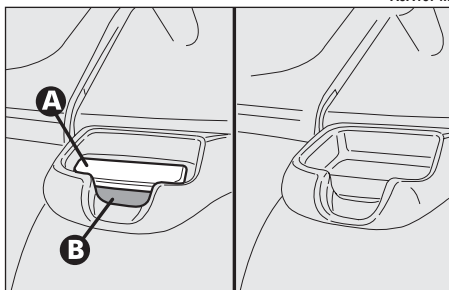

fig. 42
S'assurer d'accrocher le dossier des deux côtés ("bandes rouges" (B-fig. 42) non visibles) pour éviter que, en cas de freinages brusques, le dossier soit projeté en avant en blessant les passagers.
L'accrochage correct du dossier est assuré par la disparition de la "bande rouge" (B-fig. 42) présente sur les leviers (A) de rabattement du dossier. La présence de la "bande rouge" indique que le dossier n'est pas accroché. Lorsque le dossier est ramené en position d'utilisation, s'assurer de son accrochage jusqu'à entendre le clic de blocage.